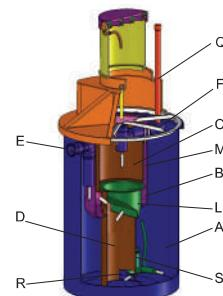

Рис. 3. Внутренне строение ёны аэрации ЛОС 5М
Аэрированная смесь перетекает из емкости оксидирования-нитрификации «А» (Рис. 3) в емкость «В», через первую серию отверстий (T1), проделанных в верхней части ускорителя (M) и стекает по вертикали вниз. В нижней зоне емкости «В» поток перетекает в емкости (C) и (D) через серию отверстий (T2).